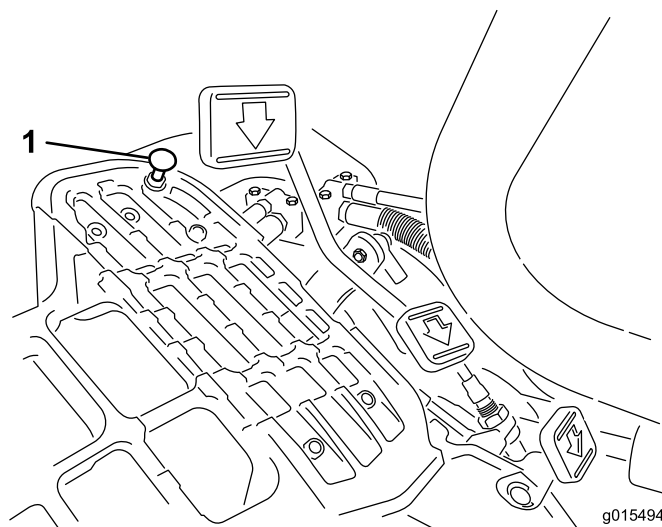

Figura 49
Para obter a velocidade máxima de transporte, engate a alavanca de controlo de função na posição de transporte e carregue para baixo no pedal de tração. Se o pedal entrara em contacto com o batente (Figura 49) antes de se sentir tensão no cabo, é necessário efetuar um ajuste:
1. Ponha a alavanca de controlo de função na posição de transporte e liberte a porca de bloqueio que fixa o batente do pedal à placa inferior (Figura 49).